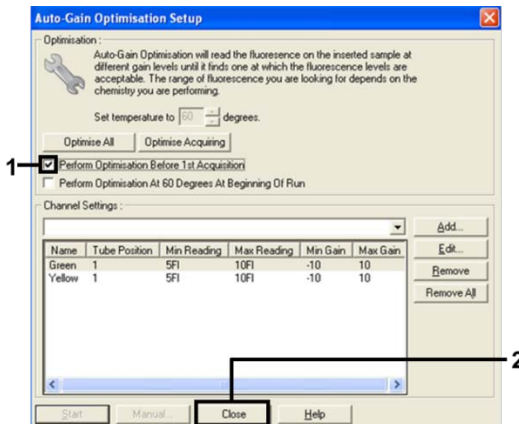

Figura 12. Selección de los canales Green y Yellow.
14. Marque la casilla **Perform Optimisation before 1st Acquisition** (Ejecutar la optimización antes de la primera adquisición) y, a continuación, haga clic en **Close** (Cerrar) para volver al asistente (figura 12).